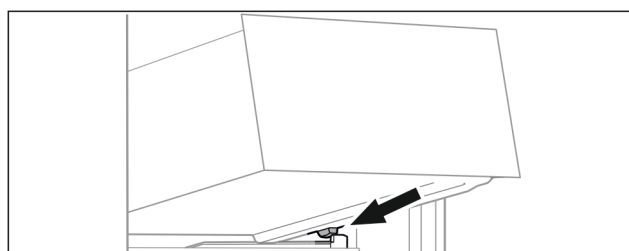

Fig. 69
- Nasadíte zásuvku šikmo za zádržkami na rebro nádoby. (pozri Fig. 69)